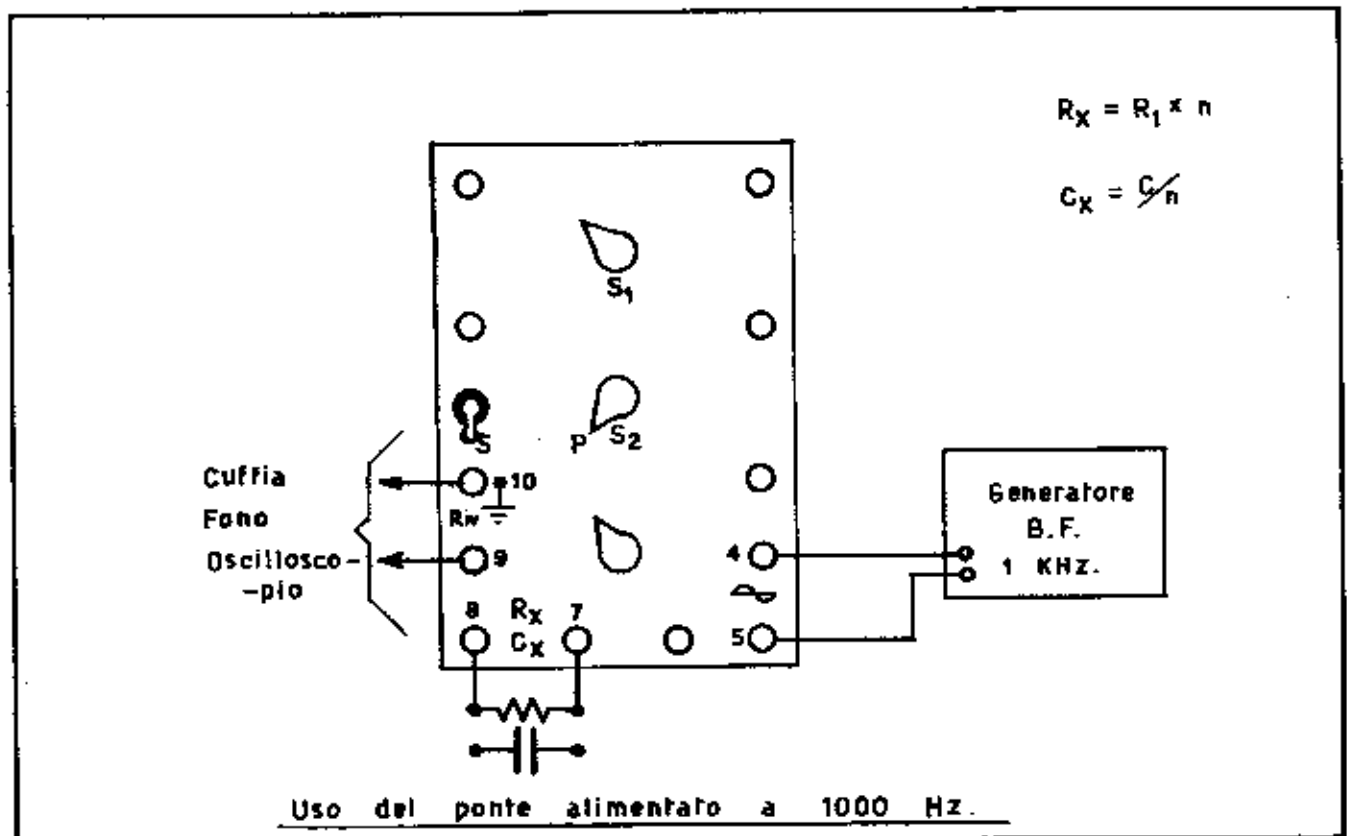

Fig. 1
1) - un generatore B.F., che fornisca una tensione a 1000 Hz (fig. 1) ;
Sistemata l'alimentazione e la rivelazione, i cui schemi sono indicati in fig. 1 e 2, occorre ancora :